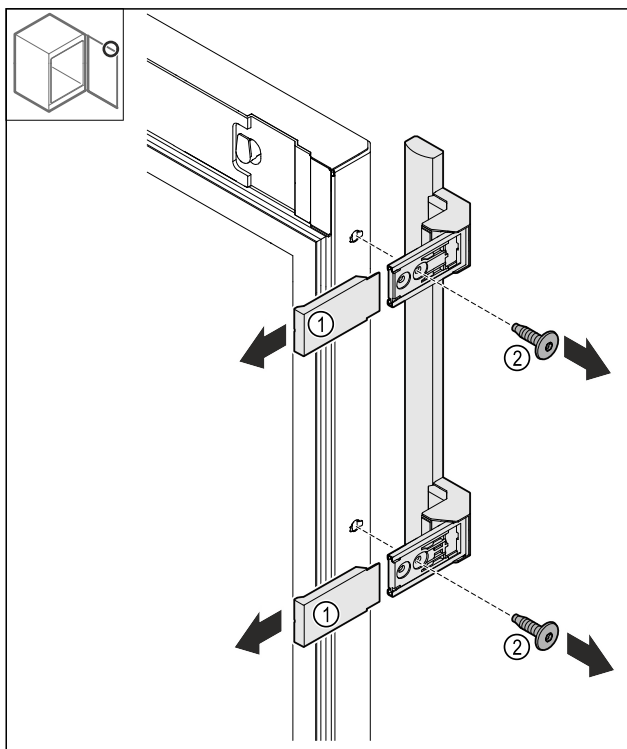

Fig. 26
- Húzza le a fedelet Fig. 26 (1).
- Oldja ki a csavarokat Fig. 26 (2).